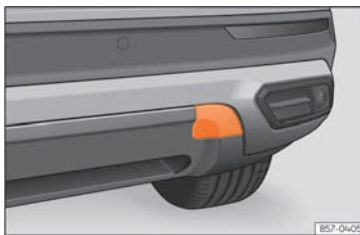

Abb. 194 Auf der rechten Seite des hinteren Stoßfängers: Abdeckung entfernen.
»» [Abb. 194].
- Drücken Sie auf den oberen Bereich der Abdeckung »» [Abb. 194] und klinken Sie diese aus.